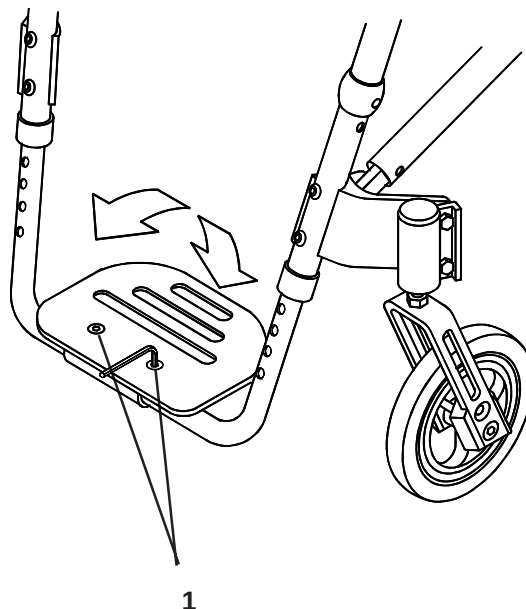

Fig. 25
Voor het afstellen van de hoek van de voetsteun (Fig. 25), draait u de bevestigingsschroeven (1), zoals getoond, met gebruik een 5 mm inbussleutel zover los dat de voetsteun in de gewenste positie gedraaid kan worden. Draai de schroeven weer vast op een aanhaalmoment van 7-12 Nm